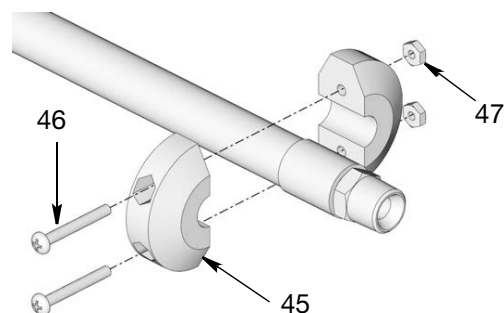

FIG. 18
- Retire la válvula dispensadora, tuercas (47), tornillos (46) y tope de bola (45) del extremo de la manguera (FIG. 18).
4. Retire la válvula dispensadora, tuercas (47), tornillos (46) y tope de bola (45) del extremo de la manguera (FIG. 18). Tape el extremo de manguera (de ser necesario) para evitar derrames de fluido.